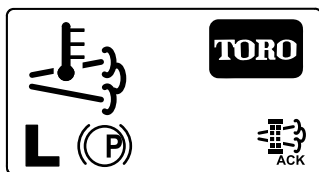

Figure 67
8. L'InfoCenter affiche l'écran d'accueil et l'icône de confirmation de la régénération (Figure 67) apparaît en bas à droite de l'écran pendant le processus de régénération.